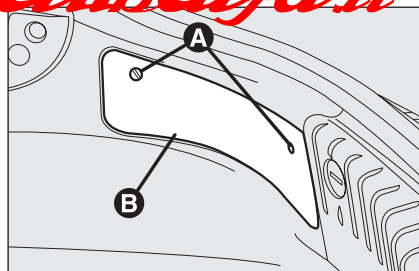

fig. 30
Per accedere a tutte le lampade sopraelencate occorre aprire il bagagliaio, agire sui dispositivi **A-fig. 30** e rimuovere lo sportello **B**.
- ☐ aprire il bagagliaio e lo sportello come precedentemente indicato (vedere **fig. 30**);